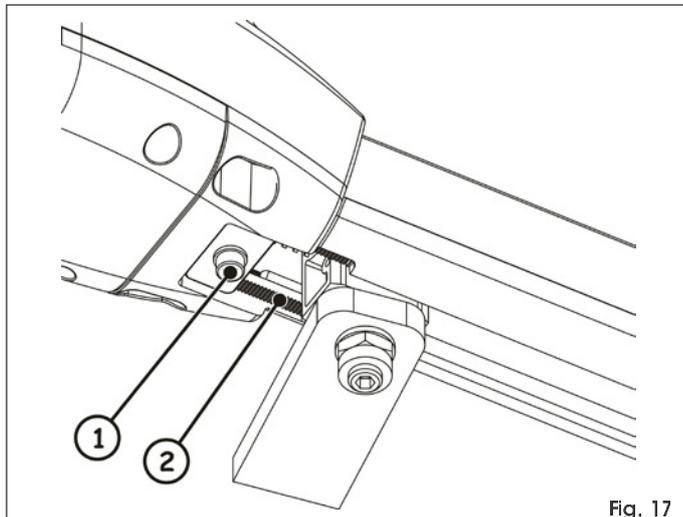

Fig. 17
3. Allentare la vite di fissaggio, Fig.17 rif. ①. Non è necessario rimuovere completamente la vite.
⚠ *L'arresto meccanico lavora accoppiato ad un settore dentato, Fig.17 rif. ②, nel caso di impedimenti durante la movimentazione accertarsi che l'accoppiamento sia libero. NON ESERCITARE FORZATURE.*